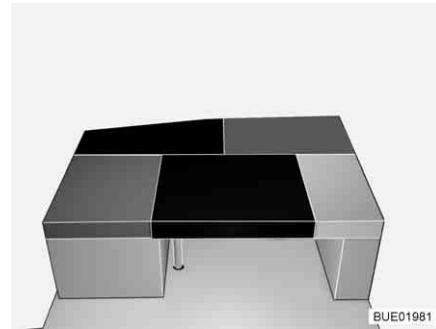

Fig. 149 Dopo la trasformazione
- Collocare il cuscino aggiuntivo rettangolare sul tavolo (tra il cuscino del divano e il cuscino dello schienale del sedile laterale, vedi Fig. 149).